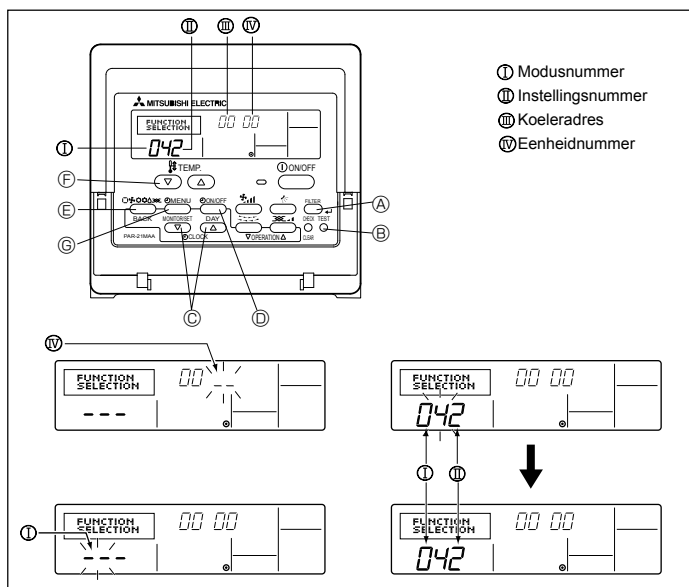

Fig. 6-9
1) Voor de afstandsbediening med draad (Fig. 6-9)